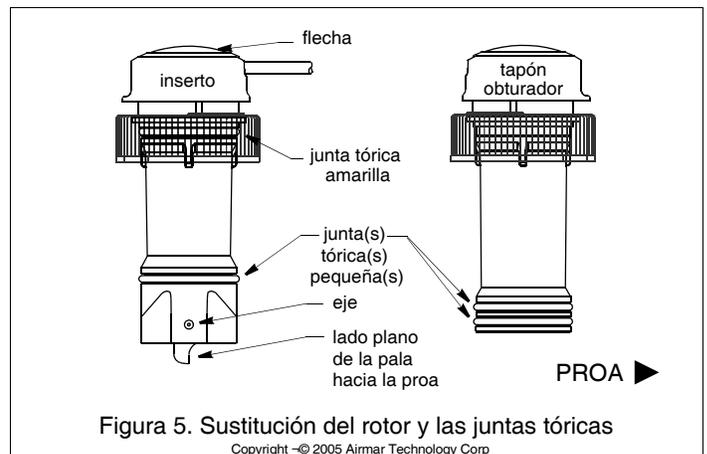

Figura 5. Sustitución del rotor y las juntas tóricas
- Las juntas tóricas deben estar intactas y bien lubricadas para resultar estancas (Figura 5). Cuando el sellador marino se haya secado, revise las juntas tóricas del inserto, incluida la junta tórica **AMARILLA** (cámbielas según sea necesario) y lubríquelas con el lubricante de silicona que se incluye. Asimismo, lubrique el interior por encima de la válvula.
1. Las juntas tóricas deben estar intactas y bien lubricadas para resultar estancas. En el tapón obturador, revise las juntas tóricas (cámbielas según sea necesario) y lubríquelas con el lubricante de silicona que se incluye o con vaselina (Figura 5).
1. Para extraer el eje antiguo del rotor, sujete el extremo con unos alicates de corte diagonales y tire (Figura 5).